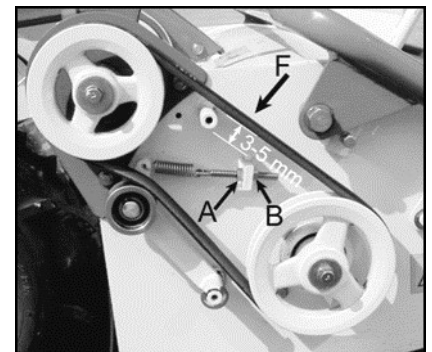

Figura 26
- Premere la cinghia con il dito in posizione mediana tra le 2 pulegge (F, Figura 26): la cinghia deve flettere di circa 3 ~ 5 mm. In caso contrario, registrare la tensione della cinghia mediante i dadi “A” e “B”.